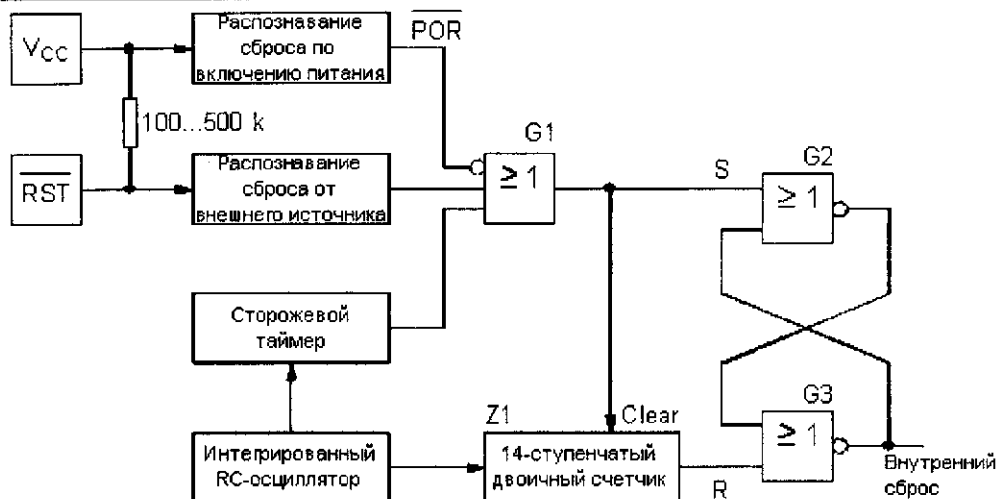
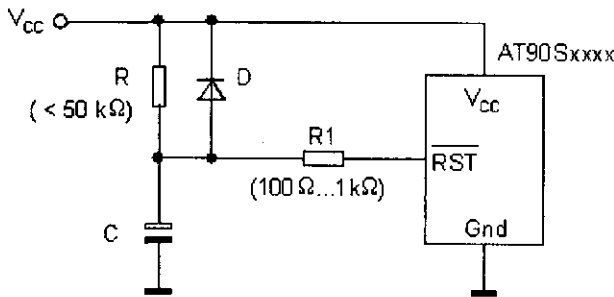
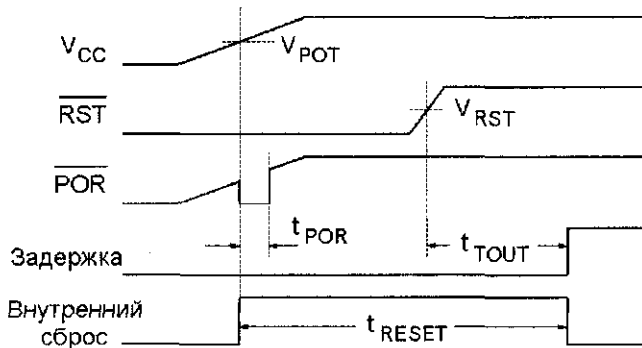

Рис. 3.29. Схема сброса микроконтроллеров AVR
Рис. 3.32. Подключение вывода \overline{RST} к схеме с RC-звеном для сброса по включению питания
Рис. 3.34. Фаза запуска микроконтроллера AVR: продолжительность внутреннего сброса увеличивается, благодаря внешнему сигналу на выводе \overline{RST}
Блок-схема, представленная на рис. 3.29, демонстрирует схему сброса микроконтроллеров AVR.
Схема сброса по включению питания (POR — Power-On Reset), показанная на рис. 3.29, обеспечивает сброс микроконтроллера только в том случае, когда рабочее напряжение V_{CC} достигнет минимальной величины V_{POT} (Power-On Threshold — порог включения). Для этого нарастающее рабочее напряжение сравнивается с пороговым напряжением включения V_{POT} . Только в том случае, когда рабочее напряжение превышает напряжение включения V_{POT} , начинается отсчет времени активности сигнала сброса t_{POR} (рис. 3.30).
- Если время нарастания питающего напряжения V_{CC} превышает суммарное время $t_{RESET} = t_{POR} + t_{TOUT}$, то для сброса при включении питания должна быть применена внешняя схема. Эта схема должна поддерживать низкий потенциал на выводе \overline{RST} микроконтроллера до тех пор, пока не будет обеспечено то, что напряжение питания V_{CC} за оставшееся время достигнет своего заданного значения t_{TOUT} (см. рис. 3.30). Пригодная для этой цели электрическая схема подключения вывода \overline{RST} показана на рис. 3.32.
Если в некоторых приложениях требуется длительность сброса по включению питания больше длительности, заранее заданной величинами t_{POR} и t_{TOUT} , то этого можно достичь следующим образом. При включении рабочего напряжения с помощью нажатия кнопки или RC-звена на выводе \overline{RST} уже будет установлен уровень лог. 0 (см. рис. 3.32). Счетчик Z1, показанный на рис. 3.29, в этом случае начинает работать только тогда, когда внешний сигнал на выводе \overline{RST} переходит в состояние лог. 1 (рис. 3.34). Внутренний сигнал сброса в этом случае также активизируется при достижении порогового напряжения включения V_{POT} , однако его длительность можно увеличить до любого значения, увеличив длительность сигнала на выводе \overline{RST} .